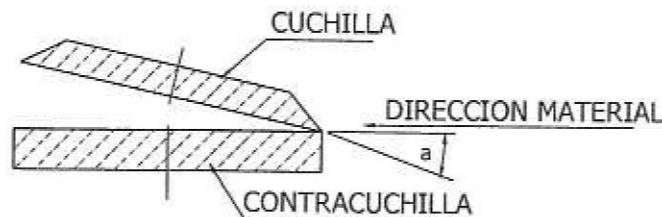

Fig. 11
* Para obtener un perfecto corte a tijera es indispensable que la cuchilla toque sobre la contracuchilla en dirección de la entrada del material a cortar (Fig. 11).